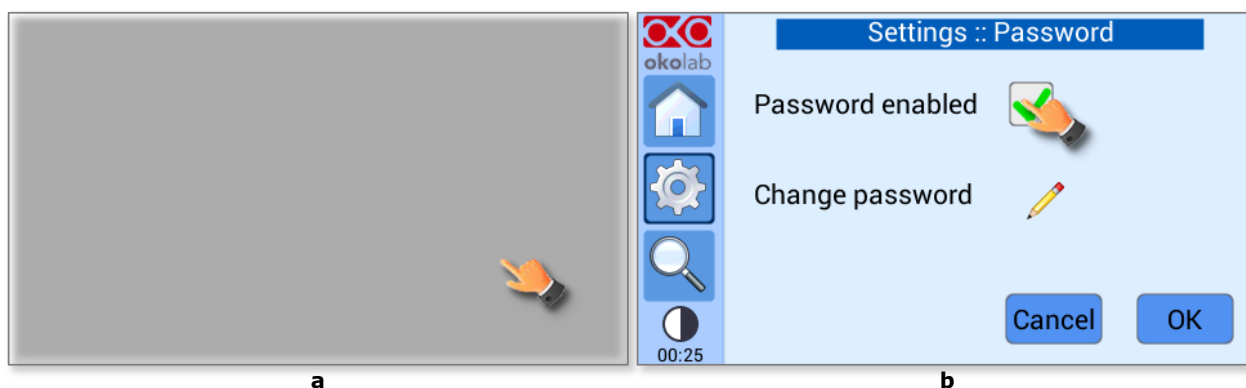

Figure 70. Mot de passe. (a) Menu des paramètres de mot de passe ; (b) sous-page du mot de passe
- 1 Appuyez sur l'icône *Password* (Mot de passe) , voir Figure 70(a)
- 2 Cochez l'onglet *Password enabled* (Mot de passe activé) comme indiqué dans la Figure 70(b)